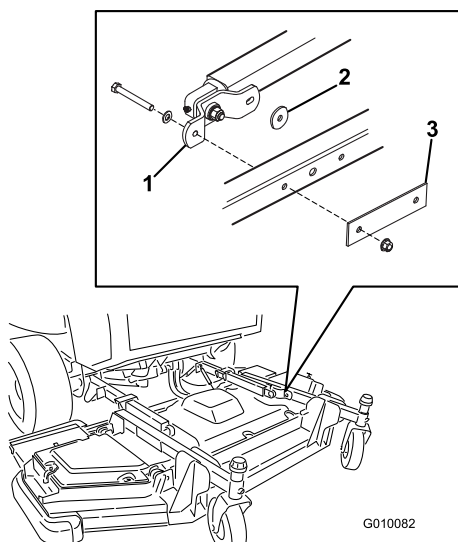

Figura 4
8. Retire los tornillos de caperuza, las arandelas planas, la chapa y las contratueras que sujetan los soportes del brazo de elevación a la unidad de corte (Figura 4). Retire la arandela de empuje de entre el brazo de elevación y el taladro trasero alargado del soporte.
2. Acerque la unidad de corte a los brazos de elevación (Figura 4).
5. Presione hacia abajo sobre el brazo de elevación hasta que el soporte esté alineado con la unidad de corte. Asegúrese de que el taladro alargado del soporte queda hacia la parte trasera de la unidad de corte (Figura 4).
7. Coloque la arandela de empuje entre el brazo de elevación y el taladro trasero alargado del soporte (Figura 4).